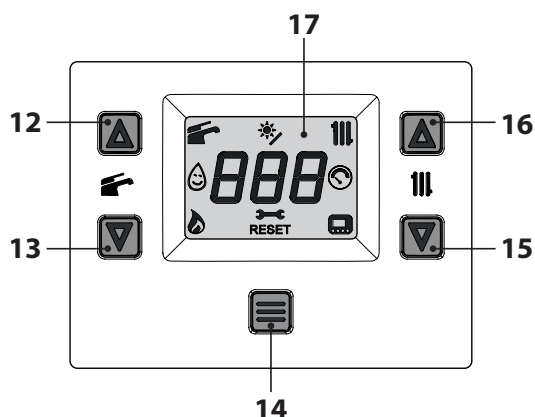
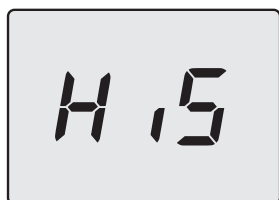

Figura 7.3
Figura 7.4
- Entrare in "modalità programmazione" premendo contemporaneamente per 5 secondi i tasti 13 e 15 (Figura 7.3) fino a far apparire sul display LCD le lettere **His** che indicano il menu "Storico delle caldaia" (Figura 7.4).